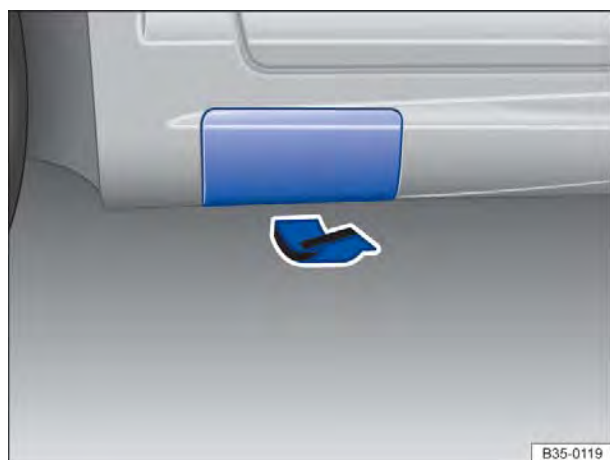

Fig. 236 Atrás no lado esquerdo do veículo: reba-ter a cobertura.
O macaco pode ser colocado somente nos pontos de recepção do macaco mostrados e somente com a cobertura aberta ⇒ Fig. 236. Deve ser considerado o ponto de apoio localizado junto à roda correspondente ⇒ ⚠.
7. Retirar a cobertura da soleira lateral: para isso, puxar com força, mas com cuidado, na direção da seta. A cobertura é fornecida com uma cinta de fixação ⇒ Fig. 236.